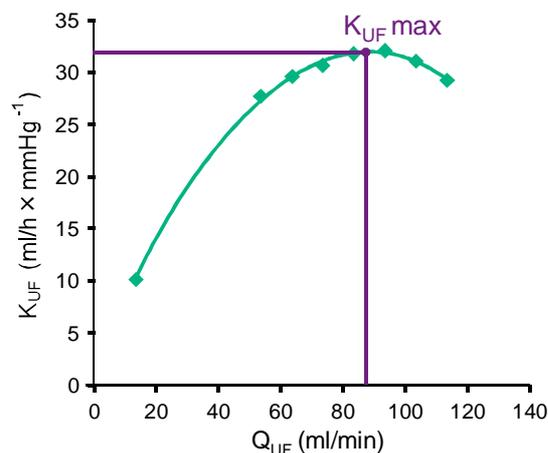

Fig. 11-25 Princípio de determinação do  $K_{UF}$
Para o cálculo do  $K_{UF}$  (veja também a seção 13.10 Fórmulas (437)), a máquina define o fluxo de convecção  $Q_{UF}$ , mede o TMP e calcula o coeficiente de ultrafiltração  $K_{UF}$ . A determinação do  $K_{UF}$  para diferentes valores  $Q_{UF}$  dá uma função parabólica típica (Fig. 11-25):  $K_{UF}$  aumenta primeiro, até o vértice da parábola (valor máximo), e diminui em seguida quando o  $Q_{UF}$  continua a aumentar. Ao se encaixar os valores determinados em uma curva de regressão ( $f(x) = Ax^2 + Bx + C$ ), o coeficiente máximo de filtração ( $K_{UFmax}$ ) e o fluxo convectivo correspondente ( $Q_{UF}$ ) podem ser derivados.